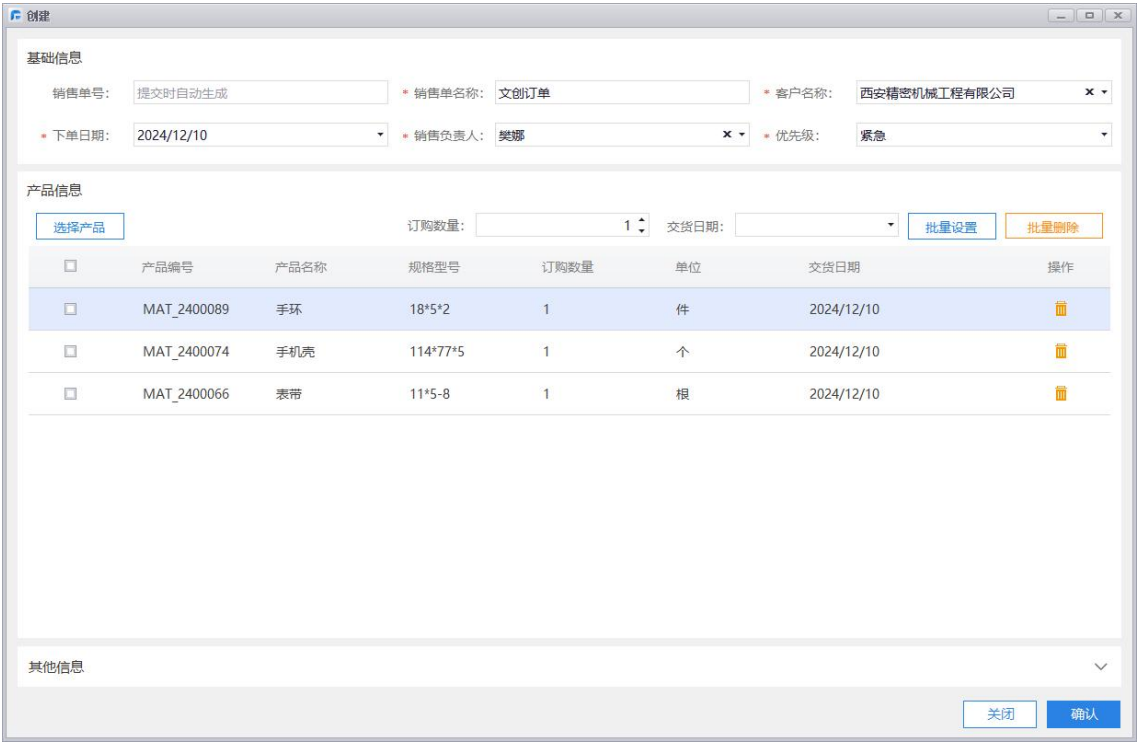

图 2-11-3-1-2 销售订单信息创建页面
2.1 创建：打开销售订单信息创建界面，如图 2-11-3-1-2 所示。输入销售订单信息后点击“确定”，新的销售订单信息创建成功。